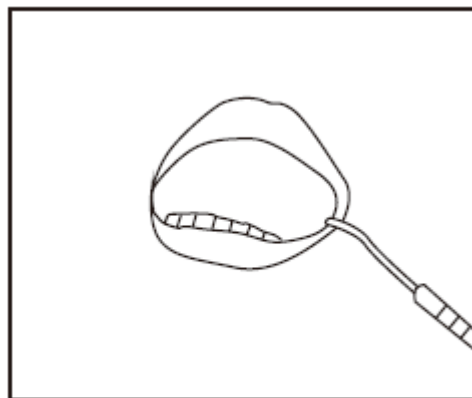

Рис. 29
4) Установите пациенту загубник (альтернативно - пациент также может зажать загубник в руке). (Рис. 29)